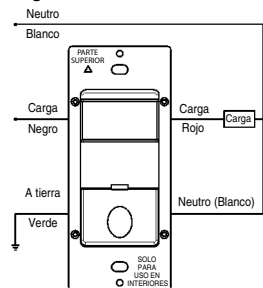

Figura 2
3. Conecte los cables conductores como se muestra en el DIAGRAMA DE CABLEADO (consultar Figura 2): Conductor Negro a la Línea (Caliente), conductor Rojo al cable de Carga, conductor Blanco al cable Neutro conductor, Verde a Conexión a Tierra.